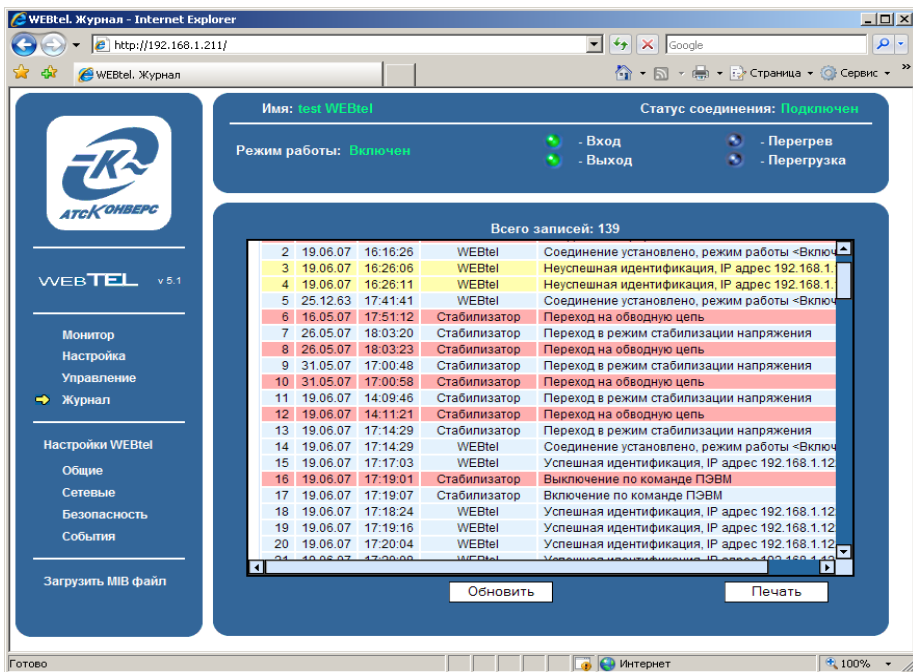

Рисунок 12 – Страница просмотра журнала событий
7.6.1 На странице просмотра журнала событий (рисунок 12) в текстовой форме представлены описания событий, которые происходили с момента включения электропитания адаптера.